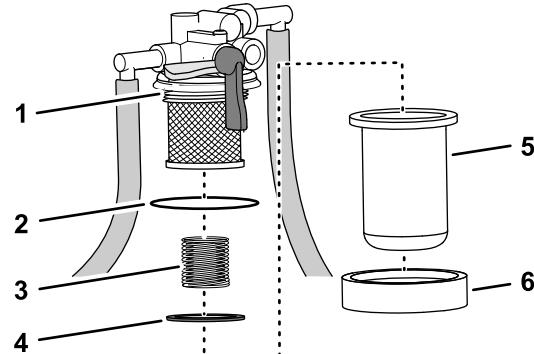

Figura 68
- Posizionate una bacinella di spurgo sotto il pozzetto del filtro del carburante, rimuovete il dado del pozzetto, quindi rimuovete il pozzetto dalla testa del filtro (Figura 68).
- Controllate le condizioni dell'O-ring in corrispondenza della testa del filtro (Figura 68).
- Montate la molla e il galleggiante nel pozzetto del filtro del carburante (Figura 68).
- Montate il pozzetto del filtro e il suo dado sulla testa del filtro, quindi serrate il dado manualmente (Figura 68).